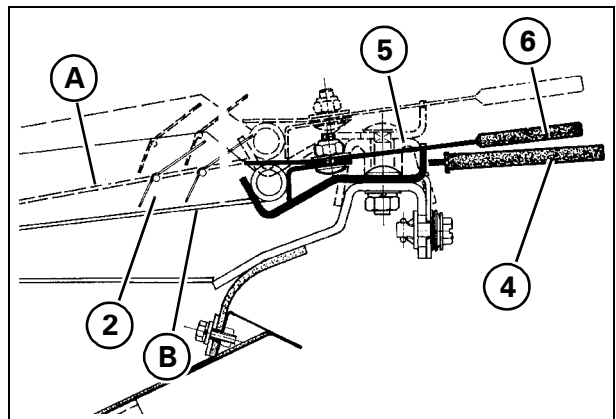

Рис. 81
При обработке очень легких культур наклон удлинения следует корректировать в соответствии с ситом (А: высокое положение - В: стандартное положение). Для изменения наклона удлинителя следует поместить соответствующую прокладку (5) между задней балкой и удлинением, как показано на Рис. 81.